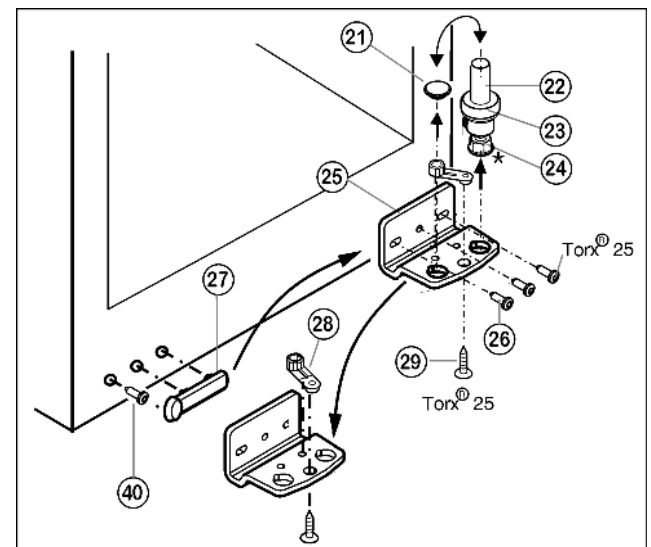

Fig. 5
- ▶ Lagerbolzen Fig. 5 (22) komplett, mit Scheibe Fig. 5 (23) und Stellfuß* Fig. 5 (24) nach oben herausziehen.
- ▶ Stopfen Fig. 5 (21) abheben.
- ▶ Lagerbock Fig. 5 (25) abschrauben Fig. 5 (26).
- ▶ Lagerteil Fig. 5 (28) abschrauben Fig. 5 (29) und in das gegenüberliegende Aufnahme Loch des Lagerbocks umsetzen, wieder festschrauben.
- ▶ Griffseitige Abdeckung Fig. 5 (27) vorsichtig abheben, Schraube Fig. 5 (40) herausdrehen und beides auf die Gegenseite umsetzen.
- ▶ Lagerbock Fig. 5 (25) auf der neuen Scharnierseite ggf. mit Hilfe eines Akkuschaubers **fest (mit 4 Nm)** wieder anschrauben.
- ▶ Stopfen Fig. 5 (21) in das andere Loch wieder einsetzen.
- ▶ Lagerbolzen *Fig. 5 (22)* komplett, mit Scheibe und Stellfuß*, wieder einsetzen. Dabei darauf achten, dass der Rastnocken nach hinten zeigt.
- ▶ Stopfen (33) aus der Tür Lagerbuchse herausheben und umsetzen.
- ▶ Türgriff (32), Stopfen (33) und Druckplatten* (34) abmontieren und auf die Gegenseite umsetzen.
- ▶ Tür von oben auf Lagerbolzen unten *Fig. 5 (22)* aufsetzen.
- ▶ Oberen Lagerbock (12) auf der neuen Scharnierseite in die Tür einsetzen.
- ▶ Oberen Lagerbock (12) **fest (mit 4 Nm)** anschrauben (2 mal Torx® 25) (13). Schraublöcher evtl. vorstechen oder Akkuschauber verwenden.
- ▶ Abdeckung (10) und Abdeckung (11) jeweils auf der Gegenseite aufrasten.
- ▶ Die Tür evtl. über die beiden Langlöcher im Lagerbock unten *Fig. 5 (25)* fluchtend zum Gerätegehäuse ausrichten. Dazu mittlere Schraube herausdrehen.